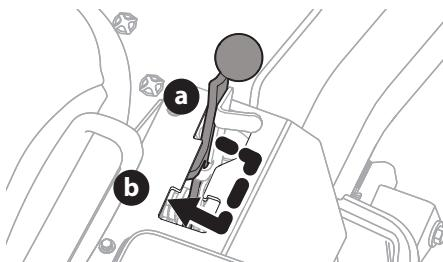

Figure 21
2. Pour actionner le frein de stationnement, placez les pédales de déplacement à la position neutre, tirez le levier du frein de stationnement vers la droite de la position arrêt (« off ») (a) et tirez le levier vers l'arrière jusqu'à ce qu'il s'enclenche à la position de marche (« on ») (b) (Figure 21).